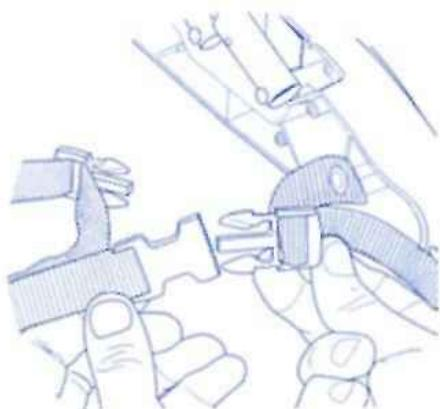

Fig. 3a
- Introduzca la hebilla, fije el lado del marco con el panel de control en la abrazadera del lado del marco sin el panel de control para que la correa se extienda a través del marco de la mecedora. Vea la Fig. 3a.